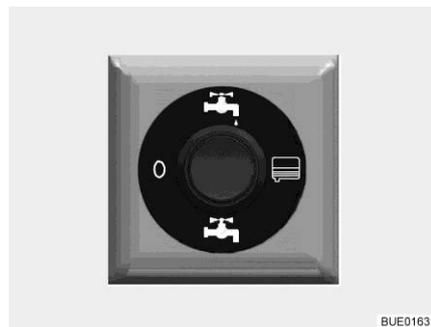

Fig. 149 Conmutador de mando para la llave de desagüe de accionamiento eléctrico
- Pulsar la parte superior del conmutador de mando (Fig. 149) en el garaje trasero. Las aguas residuales son evacuadas.
- Una vez que hayan salido totalmente las aguas residuales, pulsar la parte inferior del conmutador de mando (Fig. 149).
- Poner el conmutador de mando (Fig. 149) en la posición "0" (sin corriente eléctrica).